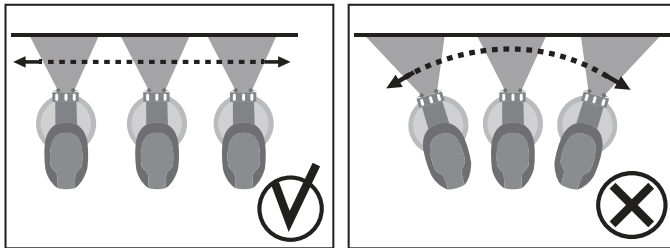

Рис. 4
1. Установите изделие на расстоянии 25-30 см от окрашиваемой поверхности. Включите изделие нажав курок выключателя (2).
Примечание! Регулировка расхода материала зависит от степени нажатия на выключатель (2). Максимальный расход определяется регулятором (1). Начните равномерно вести изделие вдоль окрашиваемой поверхности, держа распылитель строго перпендикулярно ей. (Рис. 4).